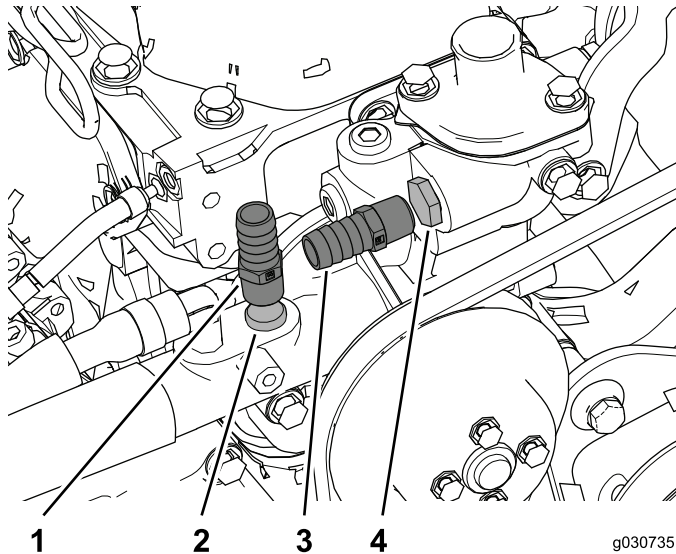

Figure 35
2. Retirez les obturateurs de flexibles de retour et d'alimentation du moteur, et montez le raccord (3/8 NPT x 0,625 cannelé) comme montré à la Figure 35.